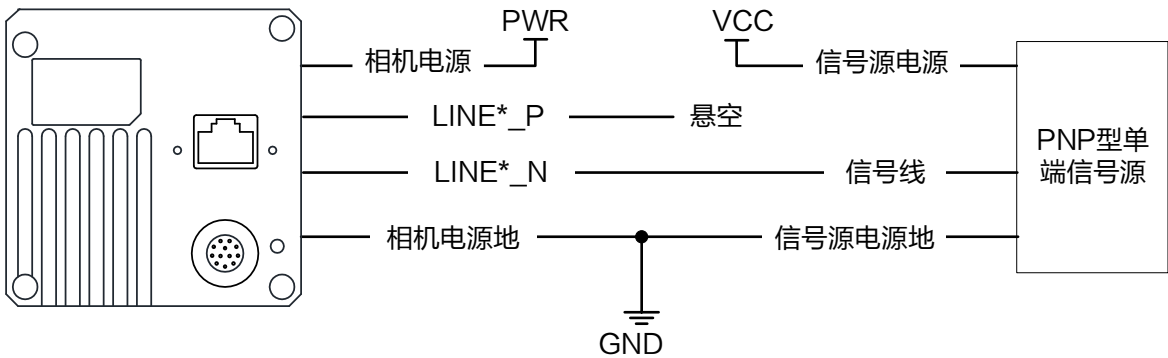
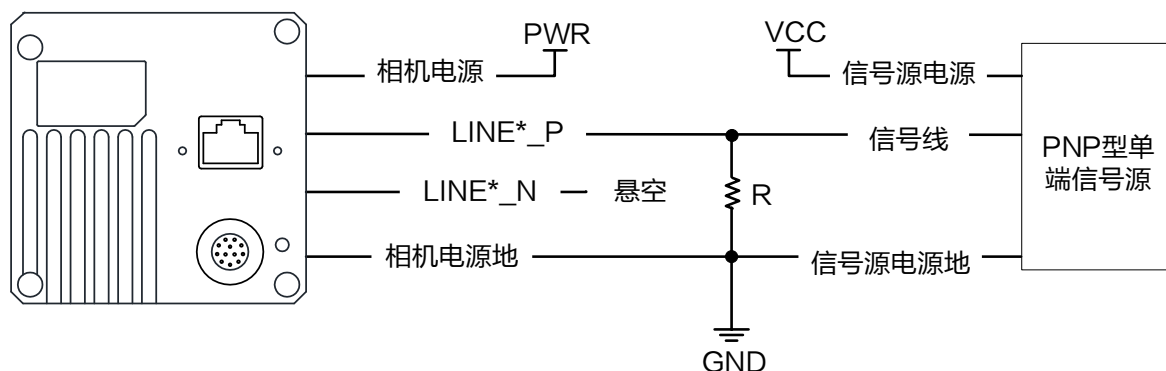

图7-4 PNP 单端输入接线（无需下拉电阻）
图7-5 PNP 单端输入接线（需下拉电阻）
- PNP 型单端信号源提供信号源时，有两种不同的接法，如 图 7-4 和 图 7-5 所示，其中 图 7-5 接线图中下拉电阻阻值范围为 1 ~ 4.7 K Ω 。